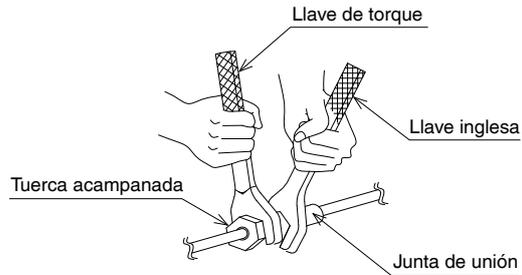

Fig. 9
- Al conectar las tuberías para el equipo de aire acondicionado, asegúrese de usar una llave inglesa y una llave de torque, como se muestra en la **Fig. 9**.